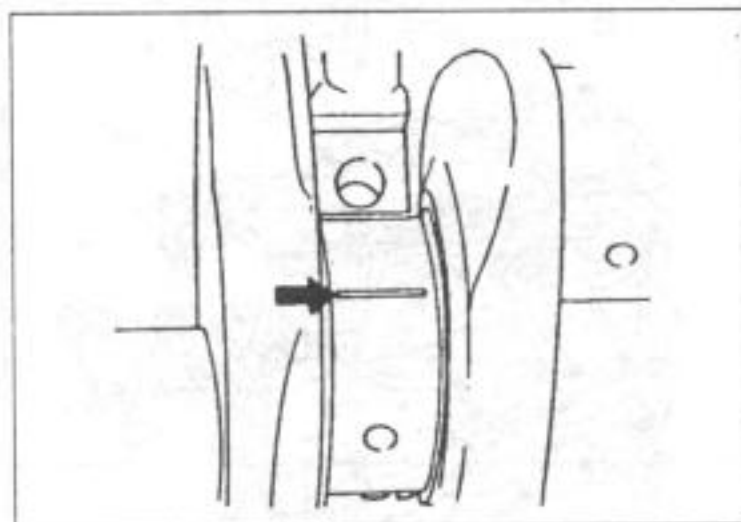

Рис. 97.
- как показано на рис. 97, на все коренные шейки главного подшипника наложить кусок пластмассового провода "Plastigage" и установить крышку главного подшипника вместе с вложенными вкладышами. Затянуть болты с предписанным моментом затяжки. Вал после этого больше не прокручивать;